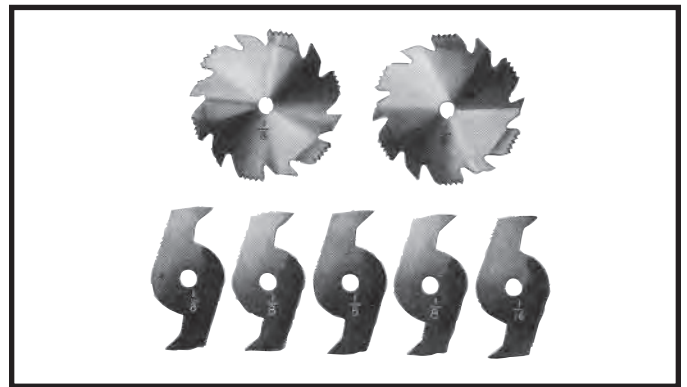
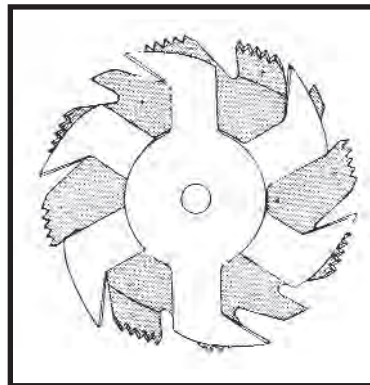
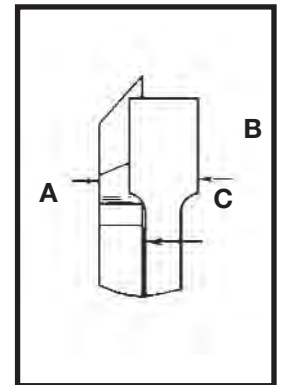

Fig. 44A
Fig. 45
Fig. 46
1. Cortar ranuras consiste en realizar un rebajo o surco ancho en la pieza de trabajo. La mayoría de los juegos de cabezales para ranuras están compuestos de dos sierras externas y cuatro o cinco cuchillas internas, (Fig. 44A). Se utilizan diversas combinaciones de sierras y cuchillas para cortar ranuras desde 3,18 mm (1/8") hasta 20,63 mm (13/16") para la instalación de estantes y la realización de uniones, espigas, ranuras, etc. Las cuchillas son muy indentadas y deben estar colocadas de tal modo que la porción pesada caiga dentro de los pasos de las sierras externas, como se muestra en la Fig. 45. La superposición de la sierra y la cuchilla se distingue en la Fig. 46, siendo (A) la sierra externa, (B) una cuchilla interna y (C) una arandela o arandelas de papel, usadas según sea necesario para controlar el ancho exacto de la ranura. Para cortar una ranura de 6,35 mm (1/4") se utilizan dos sierras externas. Los dientes de las sierras deben estar ubicados de manera que el rastrillador de una sierra quede junto a los dientes de corte de la otra sierra.